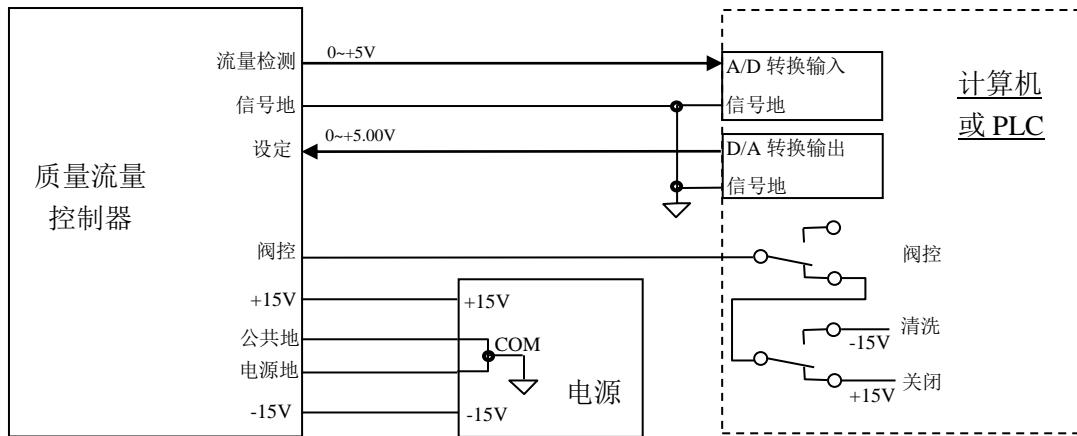

图 8. 直接与计算机连接的接线方法
如果还需要计算机实现“阀控”线的关闭和清洗功能,可以用两个继电器的(两组)转换触点来实现。一个继电器控制“关闭”,一个继电器控制“清洗”,两个继电器都不动作则为自动控制。注意不能因两个继电器同时动作时引起电源短路,推荐使用图 8 的继电器触点接线方式。
b. 流量计直接与计算机连接的接线方法,见图 8。
如果需要计算机实现“阀控”、“关闭”和“清洗”功能，推荐使用图 8 的阀控线与继电器触点之间的接线方式。
参照图 1 和图 8，在流量计预热稳定以后，即可启动程序进行工作。